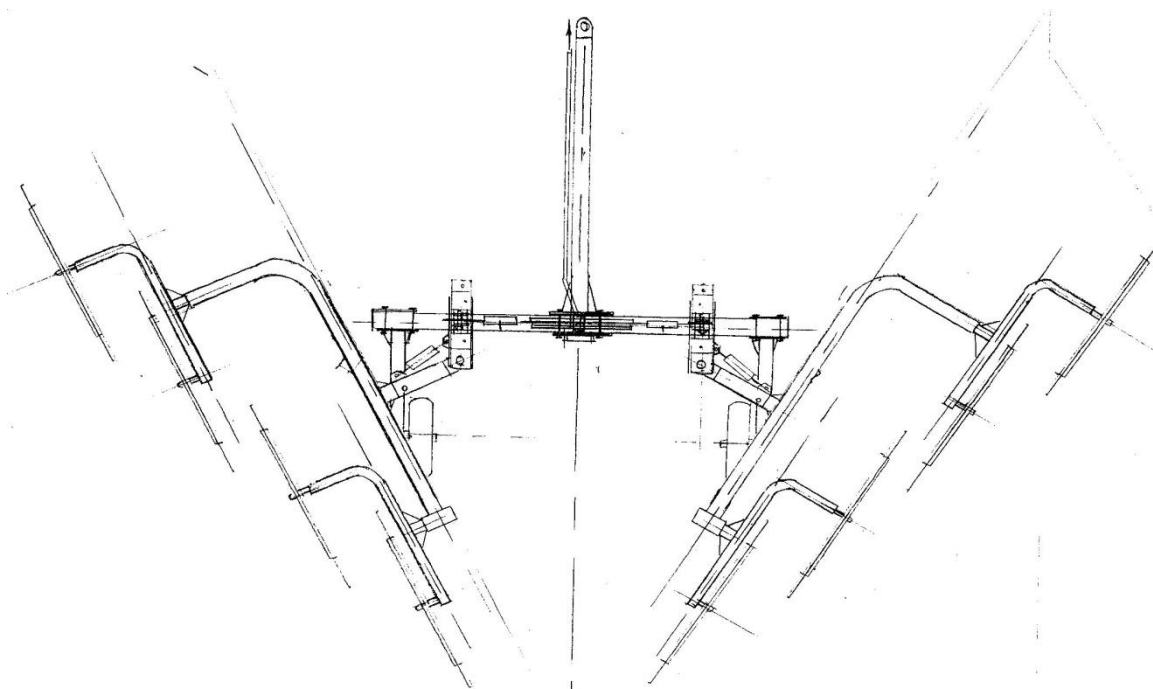

Рис. 3
3.2.2 При работе граблей в положении «ворошилка» нужно развернуть рабочие панели изгибом вперед Рис.3 при этом грабли будут образовывать 8 маленьких валков переворачивая массу по горизонту.